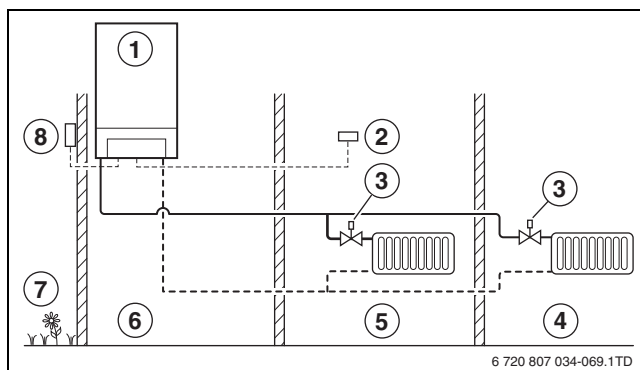

Fig. 24 Principiul de reglare al regulatorului în funcție de temperatura exterioară
- La reglarea în funcție de condițiile atmosferice, este reglată temperatura în toate camerele cu ajutorul ventilelor de radiator termostatic montate pe radiatoare. Puteți alege locul de instalare al regulatorului (→ fig. 24).